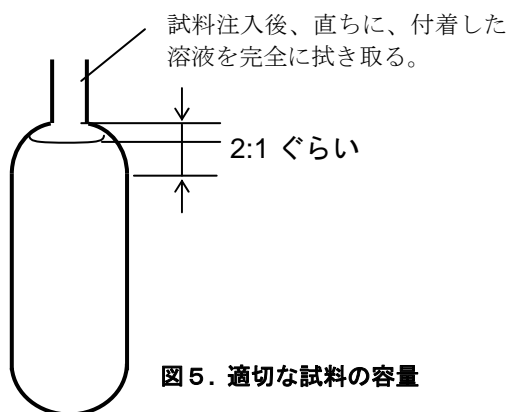

図5. 適切な試料の容量
- 1) 試料は図5のレベルまで入れる。これより多いとシールが不完全になりやすく、少ないと遠心力による圧力で遠心管が変形し、やはりアンバランスの原因となる。